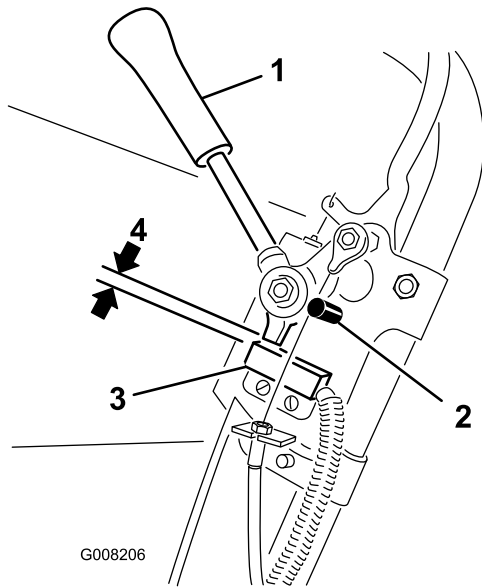

Bild 26
1. Stellen Sie sicher, dass der Motor abgestellt und der Fahrtriebshebel ausgekuppelt ist und den Neutralanschlag berührt (Bild 26).
2. Lösen Sie die Befestigungsschrauben des Sicherheitsschalters (Bild 26).
3. Legen Sie eine 0,8 mm dicke Beilagscheibe zwischen dem Fahrtriebshebel und dem Sicherheitsschalter (Bild 26).